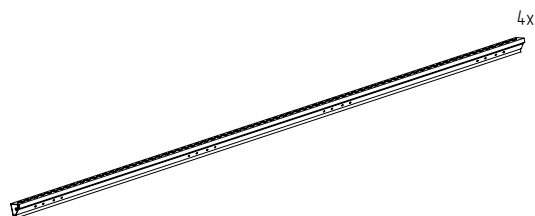

Рисунок 2 – Стойка
4.1.4 Проверить комплектность стойки (рисунок 2).